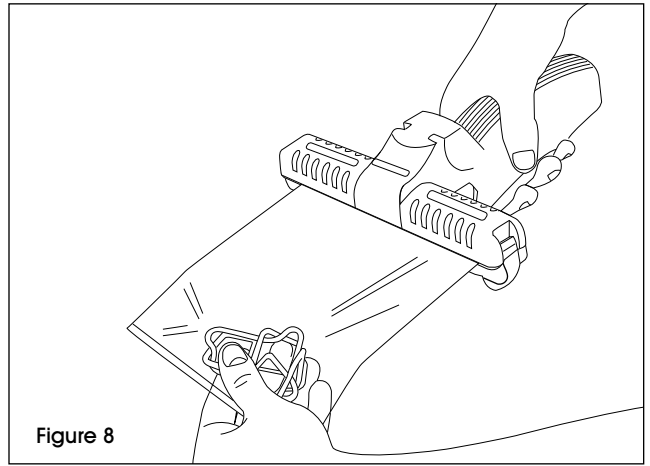

Figure 8
4. If not using the foot pedal, insert bag into the sealer and squeeze the handle of the unit together. Hold to seal the bag. (See Figure 8)
4. Si vous n'utilisez pas la pédale, insérez le sac dans la scelleuse et serrez la poignée de l'appareil. Maintenez la pression pour sceller le sac. (Voir Figure 8)